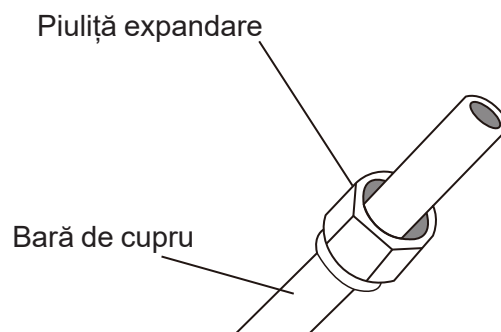

Fig. 6.3
3. Atașați piulițe la ambele capete ale conductei. Asigurați-vă că sunt îndreptate în direcția corectă, deoarece nu le puteți instala și nu le puteți schimba direcția după expandare. Consultați Fig. 6.3.